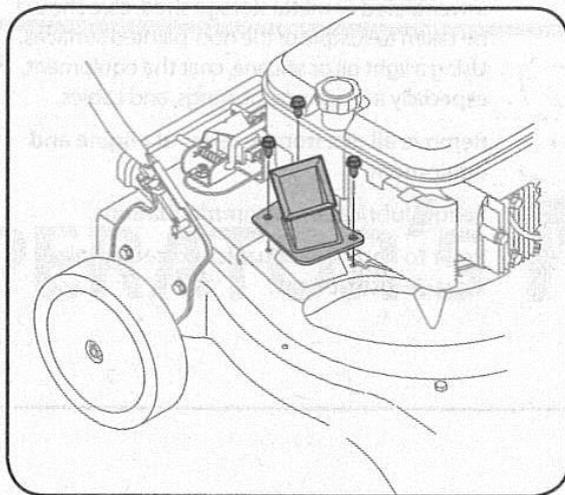

図.8-8
④ チッパーブレードの点検
3. チッパー投入口を本体に固定している3本のスクリューを外します。(図.8-8)